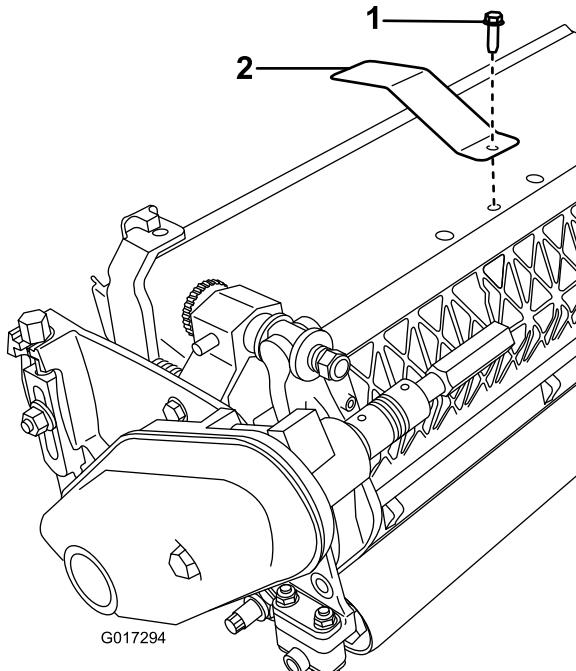

図 13
2. 中央のグラスシールドボルトを外す図 13。
3. 取り外したボルトを使って、ターゲットプレートをカッティングユニット上部プラスチック製カウリングの下に取り付ける図 13。